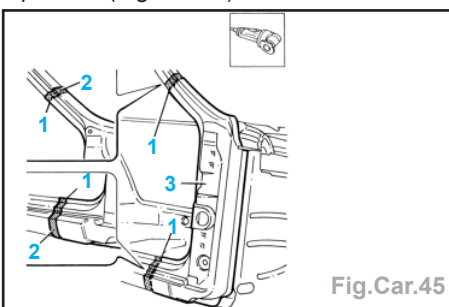

Fig.Car.45
- Pour le centrage du pied avant, utiliser les vis de fixation des charnières (2) comme référence.
- Fixer les éléments de rechange avec des vis Parker (3).
- Enlever les pinces-étau et les vis (2).
- Utiliser la scie à lame circulaire pour découper les deux bords de tôle (1) de manière à obtenir une ligne de jonction parfaite (Fig.Car.45).